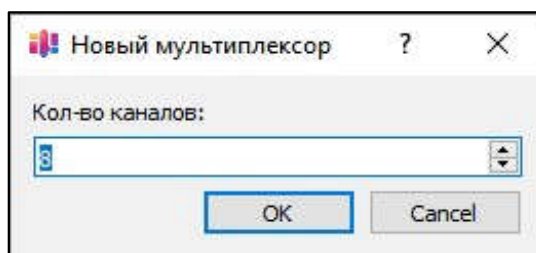

Рисунок 3.4 – Выбор количества каналов мультиплексора
– в группе «Мультиплексоры» нажмите кнопку . в результате появится диалоговое окно с предложением ввести количество каналов мультиплексора (см. рисунок 3.4):